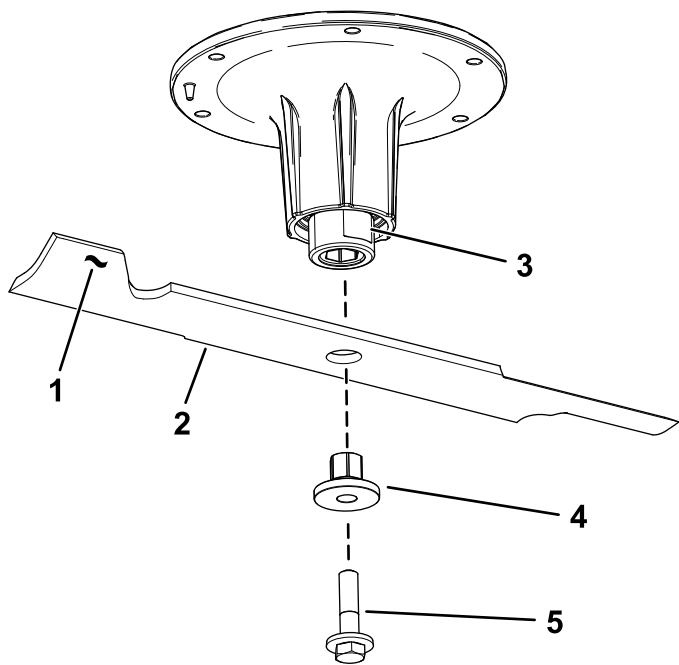

Figura 106
2. Rimuovete il bullone della lama, la boccola e la lama dall'albero del fusello (Figura 106).